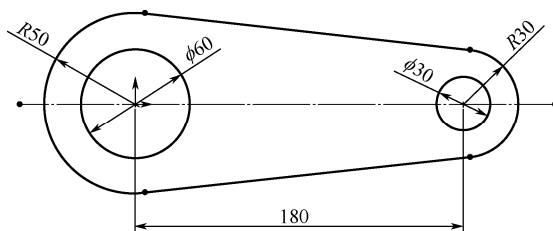

图 2-84 连杆基本形状草图
(2) 连杆基本形状草图如图 2-84 所示,草图由中心线、两个圆、两个圆弧和两条直线所构成,草图是对称图形,圆弧和直线之间相切。在绘制草图时,先绘制通过原点的中心线,再绘制圆心在原点和圆心在中心线上的 4 个圆,最后绘制与圆相切的两条直线,通过剪裁草图实体进行编辑草图。